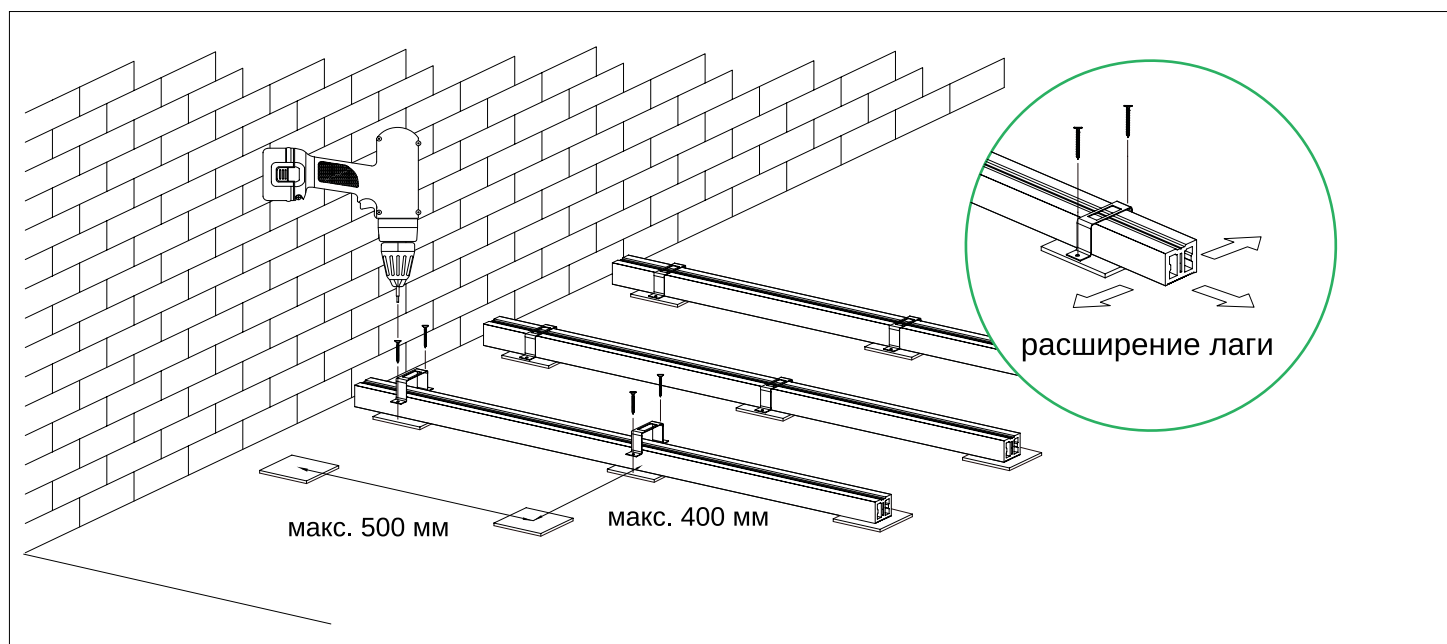

Рис. 5
- На основание из бетонной стяжки лаги укладываются с расстоянием 400 мм по центрам на резиновые подушки размером 100x100x5 мм, установленные с интервалом не более 500 мм. В интервалах между подушками лаги фиксируются к бетону скобами из перфорированной металлической ленты (Рис. 5). Все лаги должны находиться в одной плоскости по горизонту.
- Предусмотрите компенсационные зазоры у всех неподвижных ограничителей, стен зданий, колодцев, садовых оград, бордюров, опор, водосточных труб и т.д., шириной не менее 10 мм (рис.5).